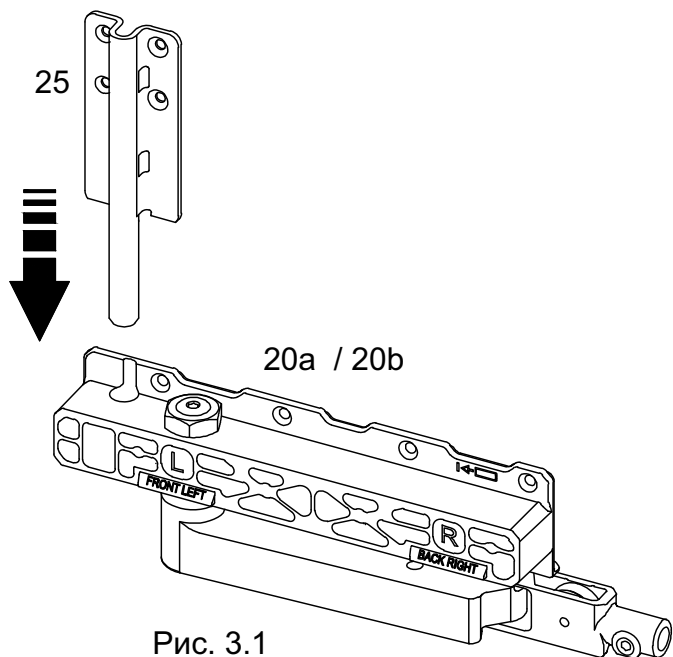

Рис. 3.1
3.1 - С помощью пластикового молотка вставьте опоры (25) в соответствующие каретки: каретка с управлением (20a) и без управления (20b) (Рис. 3.1)